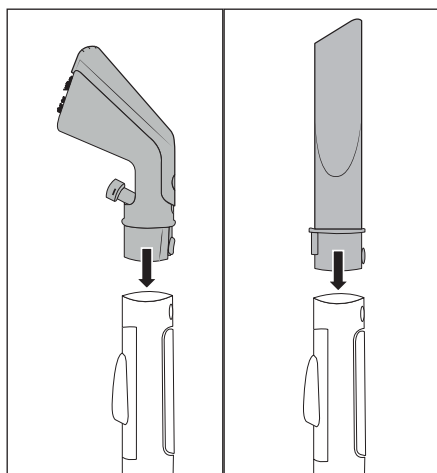

Fig. 3
- ◆ Conecte la boquilla para tapicería **22** o la boquilla rinconera **25** en el tubo de rociado/aspiración **19** hasta que el botón de bloqueo **25/32** encastre (consulte la fig. 3).